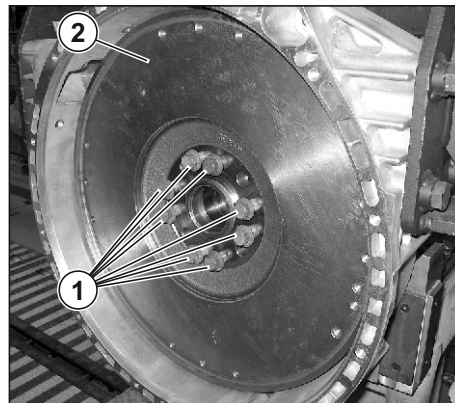

Рис. 33. Снятие маховика.
3. Отвернуть болты (1) (650.1005127) крепления маховика.
4. Снять маховик (2) (650.1005118) с помощью приспособления фиксации маховика на торце коленчатого вала (при замене) (см. Рис. 33).